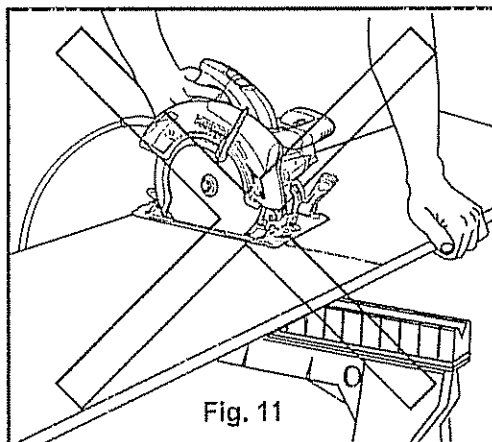

Fig. 11
2. **NUNCA** use la sierra con sus manos posicionadas como se muestra en la Fig. 11
7. **NUNCA** coloque la sierra sobre la parte de la pieza de trabajo que se caerá al realizar el corte (ver la Fig. 11).